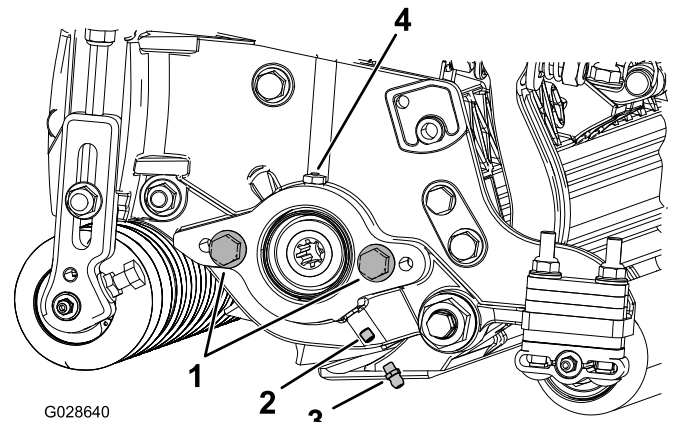

图4
2. 安装直通黄油嘴 图4。
1. 拆下并丢弃滚刀马达侧板上的固定螺丝 图4。
- 如果滚刀马达侧板上没有平头螺丝请安装 图4。
- 润滑侧板直至多余的润滑脂流出润滑孔 图4。